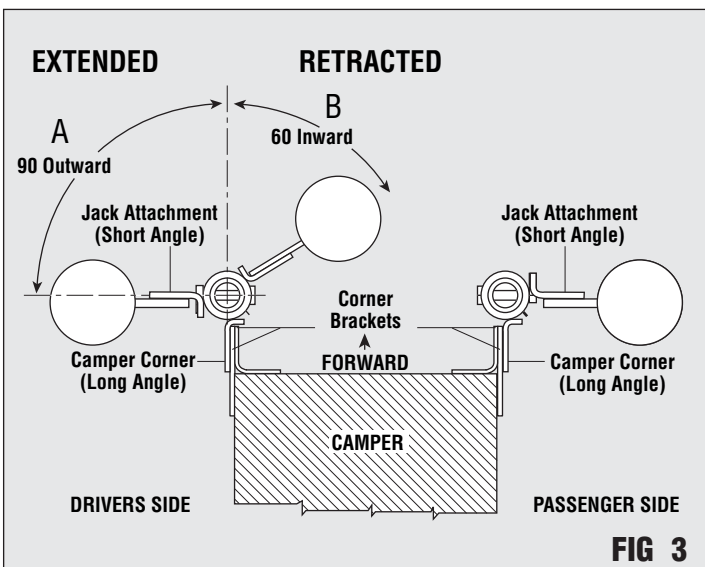

FIG 3
- Position swing out brackets properly. In the **Extended Position** - 90° outward to the side of camper (FIG 3-A) and in the **Retracted Position** - 60° inward to the side of camper (FIG 3-B).
- Jack bracket must be in retracted position when traveling on roadway (FIG 3-B).
- Positionner les supports amovibles correctement. En position ouverte - 90° vers l'extérieur, sur le côté de la cellule (FIG 3-A) et en position fermée - 60° vers l'intérieur, sur le côté de la cellule (FIG 3-B).
- Le support de vérin doit être en position fermée lors des déplacements sur route (FIG 3-B).